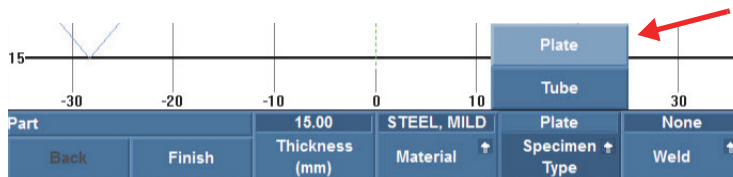

Figura 2-1 Selección de la opción Lámina (ingl. Plate) en el campo de Tipo de muestra (ingl. Specimen Type)
- Seleccione la opción **Lámina** en el parámetro **Tipo de muestra** (vea la Figura 2-1 en la página 28).